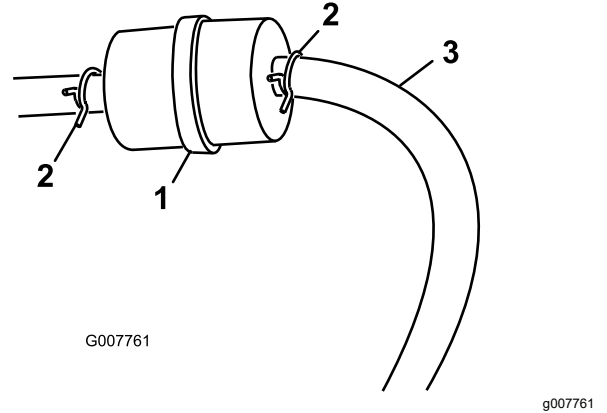

图 23
3. 将软管夹的两端挤压到一起将它们滑离滤清器图 23。
5. 安装新的滤清器并将软管夹移近滤清器图 23。
3. 松开燃油滤芯上的软管夹、沿燃油管向上滑动、使之离开燃油滤芯图 23。
4. 从燃油滤芯上断开燃油管图 23。
注意 让燃油排入燃油容器或放油盘图 23。
5. 将燃油管安装到燃油滤清器上。将软管夹滑近燃油滤清器固定燃油管(图 23)。